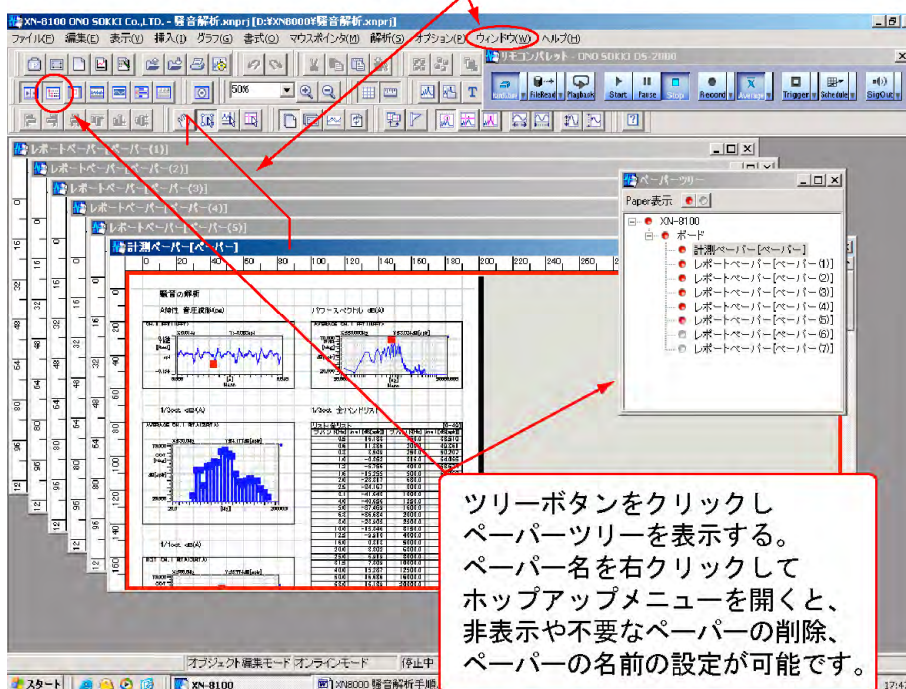

図 23
測定終了する毎にレポートペーパーが作成されます(図 23)。
- ペーパーの【X】をクリックして閉じられているページは、白丸になっています(図 23)。表示させるには、白丸またはレポート名を右クリックして、ポップアップメニューを表示し、【表示 / 非表示】をクリックすると赤丸に変わり画面に表示されます。